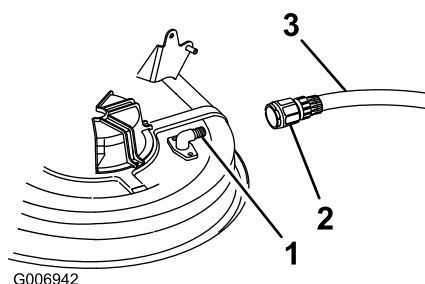

Bild 55
- Drehen Sie eine Schlauchkupplung (gehört nicht zum Lieferumfang) auf den Mähwerk-Spülanschluss und drehen Sie das Wasser ganz auf (Bild 55).